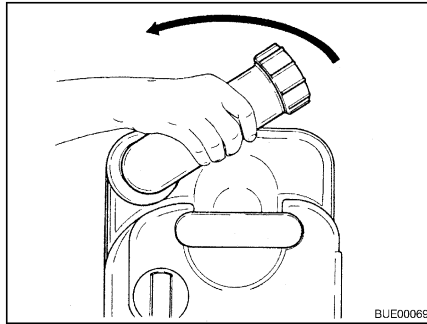

Fig. 189 Ruotare il bocchettone di scarico
- Ruotare il bocchettone di scarico verso l'alto (Fig. 189).